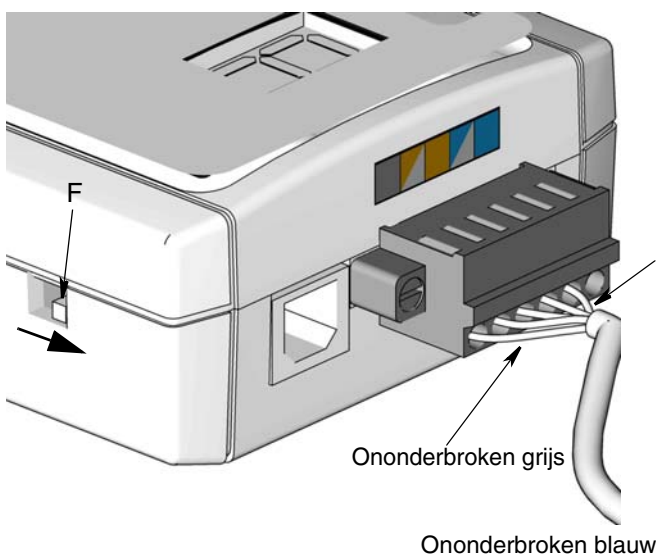

FIG. 9
OPMERKING: de ononderbroken grijze en blauwe draden in FIG. 9 worden geïdentificeerd als referentie voor een correcte oriëntatie van de componenten bij aansluiting van de zendontvanger op de RS422-kabel.
Noteer de locatie en kleur van de draden in het bedradingsschema (FIG. 9) om de RS422-kabel correct aan te sluiten op de zendontvanger.
2. Sluit de USB-connector (1) aan op de USB-poort van de computer (2). Sluit eerst het stroomsnoer aan op de voedingsingang van de zendontvanger (A) en vervolgens op een geaarde stroombron van 120 - 240 VAC.
3. Controleer of de keuzeschakelaar (F) correct is ingesteld voor de RS422-aansluiting. Raadpleeg FIG. 9 voor de schakelposities.